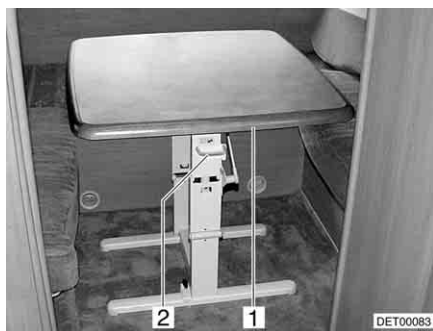

Fig. 49 Tavolo orientabile della dinette a U
- Spingere la maniglia (Fig. 49,2) verso l'alto.
- Ruotare il piano del tavolo (Fig. 49,1) formando un arco verso il basso finché la maniglia non si innesta.